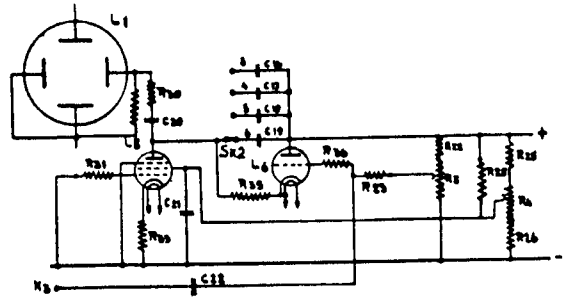

FIG.2
- F. Door middel van L5 wordt één der condensatoren C16 t/m C19 geladen (fig. 2). De spanning op de anode van L5 komt via een der genoemde condensatoren. Een deel van deze spanning wordt dus door de platen aan de condensator vastgehouden.